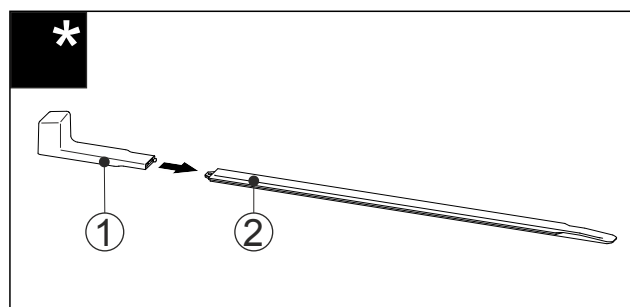

Fig. 54
- Inserire l'impugnatura di montaggio Fig. 54 (1) sulla guida di livellamento Fig. 54 (2).